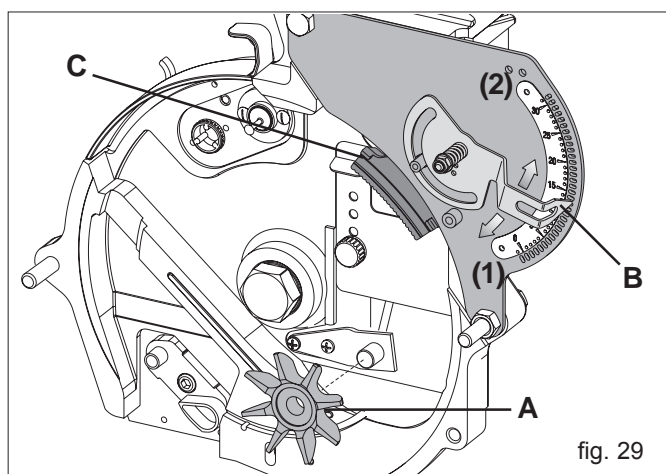

fig. 29
La Empresa Fabricante suministra el agitador de semillas (desmontado) para un distribuidor individual (A, Fig. 29).
Desplazando el indicador (B Fig. 29) se controla un cursor (C Fig. 29) que roza el disco en proximidad de los agujeros, provocando la caída de las semillas en exceso.
El selector se regula tras cada cambio de semilla y disco, hacia los números bajos para las semillas pequeñas (1 Fig. 29) viceversa para las semillas gruesas (2).